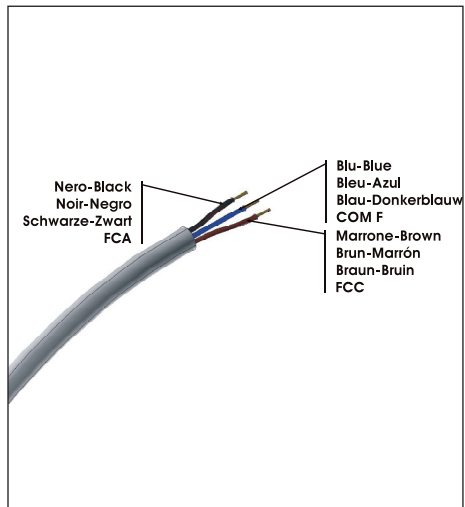
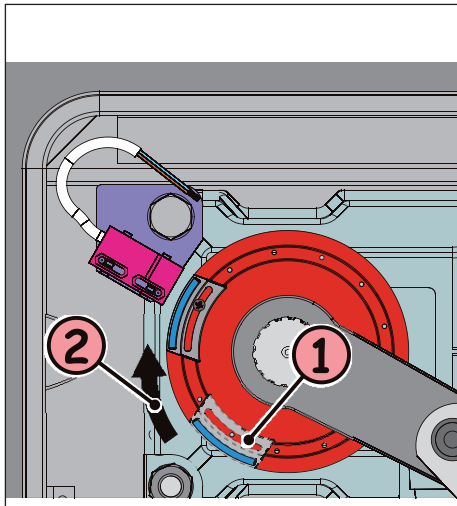

Fig. 8
Fig. 9
- ⑨ Connect the sensor to the control unit, with the aid of the wiring lay-out in fig. 8. For connection in the control unit, follow the control unit instructions.
- ⑩ Re-install the control levers, power up the system and take the leaf to its open position.
- ⑪ Position the blue opening magnet on the disk, coupling the circular sector in relief (fig. 9 ref. ①).
- ⑫ Take the magnet near to the sensor, sliding it along the circular guide (fig. 9 ref. ②) until the LED on the control unit, for the opening limit switch, goes OFF.
- ⑬ Take the leaf to closing position and position the green magnet in the same way.
- ⑭ When you have secured the two magnets, run some test cycles modifying the position of the magnets as required. Next, fasten the two magnets with the supplied 2.9x9.5 screws.
- ⑨ Connecter le capteur à la centrale électronique en se servant du schéma de distribution de la fig. 8. Pour la connexion à la centrale, suivre les instructions de cette dernière.
- ⑩ Remonter les leviers de commande, alimenter le système et amener le vantail en position d'ouverture.
- ⑪ Positionner sur le disque l'aimant d'ouverture de couleur bleue en l'accouplant au secteur circulaire en relief (fig. 9 réf. ①).
- ⑫ Approcher l'aimant du capteur en le faisant coulisser le long du guide circulaire (fig. 9 réf. ②) jusqu'à ce que la LED relative au fin de course d'ouverture sur la centrale s'éteigne.
- ⑬ Amener le vantail en position de fermeture et de la même manière positionner l'aimant de couleur verte.
- ⑭ Une fois les deux aimants fixés, exécuter quelques cycles d'essai en modifiant la position des aimants suivant les exigences. Fixer ensuite les deux aimants avec les vis 2,9x9,5 fournies.